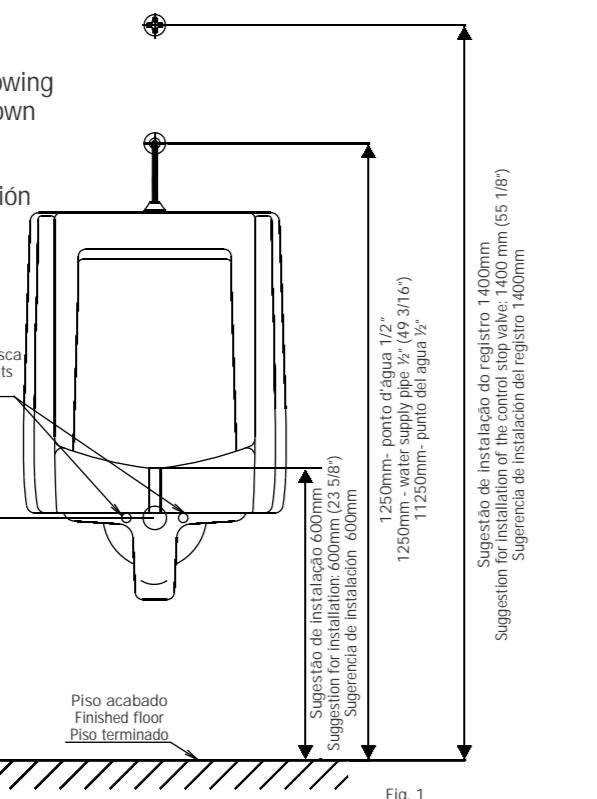

Fig. 1
1) - Para uso confortável do mictório são recomendadas as seguintes alturas de instalação (conforme fig. 1):
- For a comfortable use of the urinal, the following installation heights should be considered (as shown in fig. 1):
- Para uso confortable del urinario son recomendadas las siguientes alturas de instalación (conforme fig. 1):